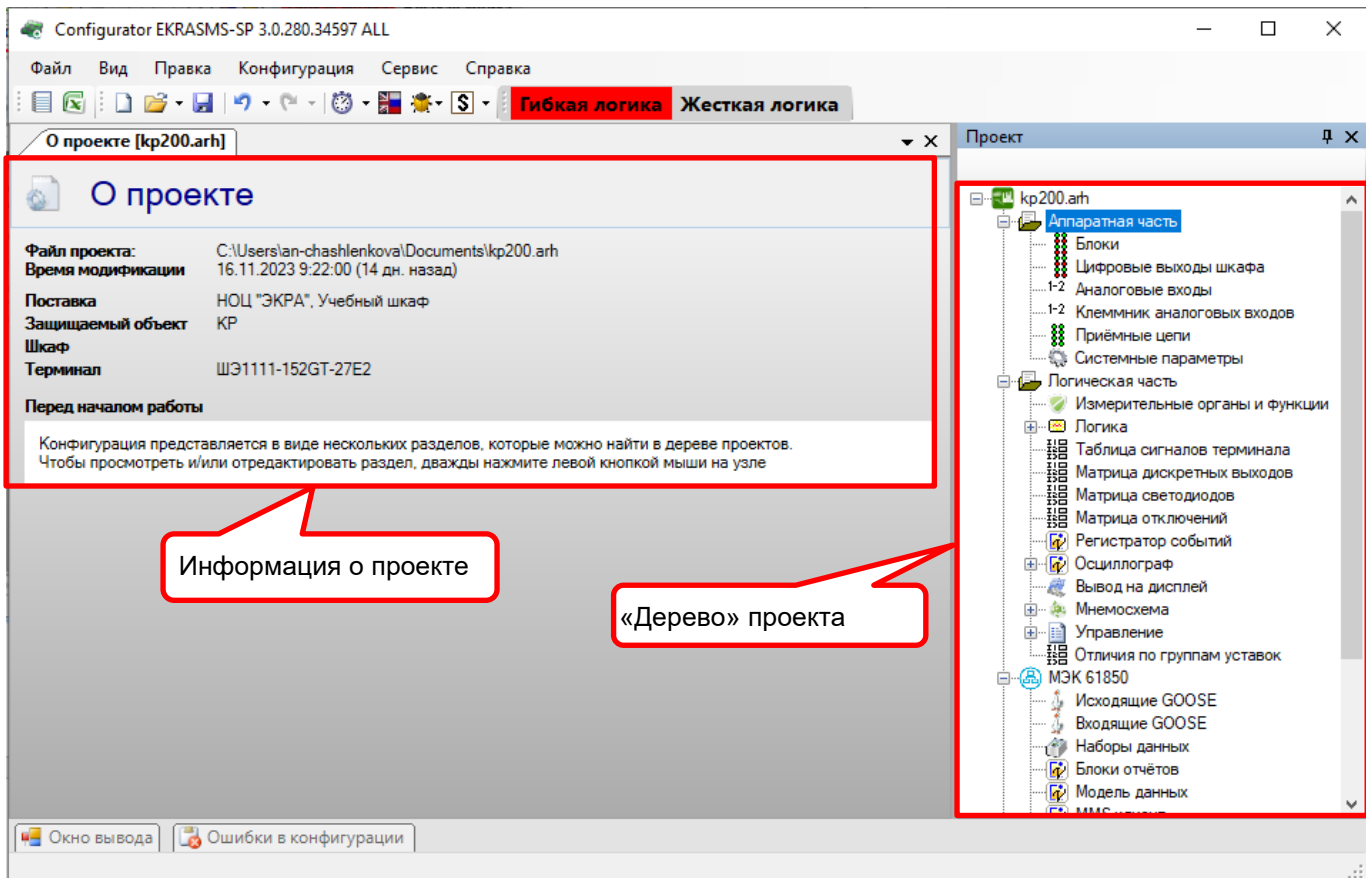

Рисунок 4.16
4.2.1.3 После открытия конфигурации отобразится окно **О проекте** и «дерево» проекта (см. рисунок 4.16).